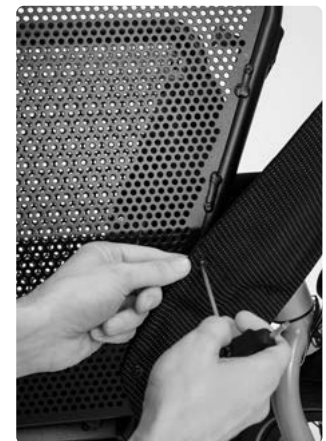

FIG. 54
- 3 Pas på ikke at spænde betrækkene for hårdt. Kurvsiden F skal kunne åbnes helt og i åben tilstand hvile på stelbærefladerne R (fig. 54).